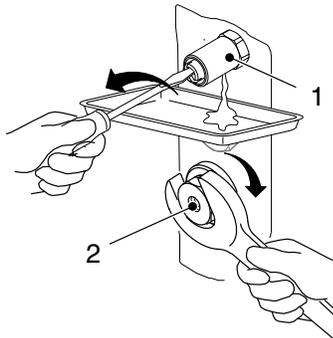

Fig. 5-16
2. Insira o cartucho filtrante (2, Fig. 5-16) no furo do filtro e aperte ligeiramente.
3. Colocar um recipiente sob a respectiva válvula de purga (1, fig. 5-16).